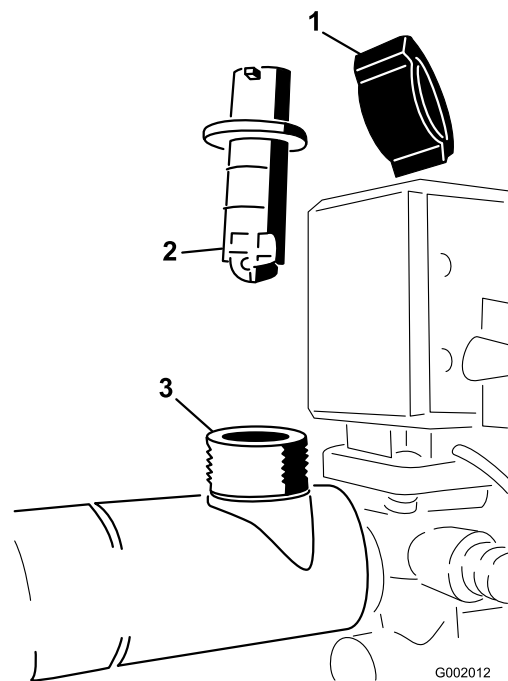

Figure 70
2. Retirez le capuchon de retenue du corps du débitmètre (Figure 70).